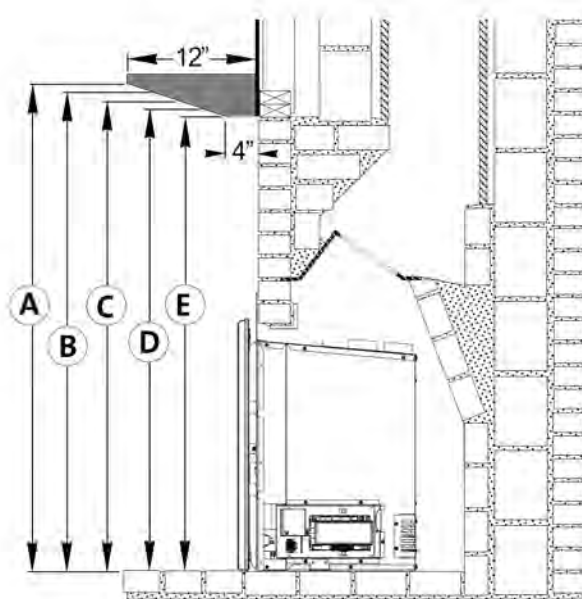

Figure 6. Dégagements à la tablette et à la bordure supérieure du manteau.
- À partir de l'âtre : Voir fig. 6
Mesurez les dégagements à partir du plancher fini de l'ouverture du foyer existant. Voir fig. 6.